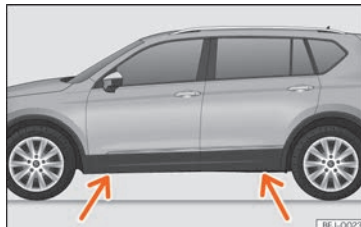

Fig. 37 Pontos de apoio do macaco.
- Procure na longarina a marca do ponto de apoio do macaco (zona afundada) mais próximo da roda a substituir » » Fig. 37.